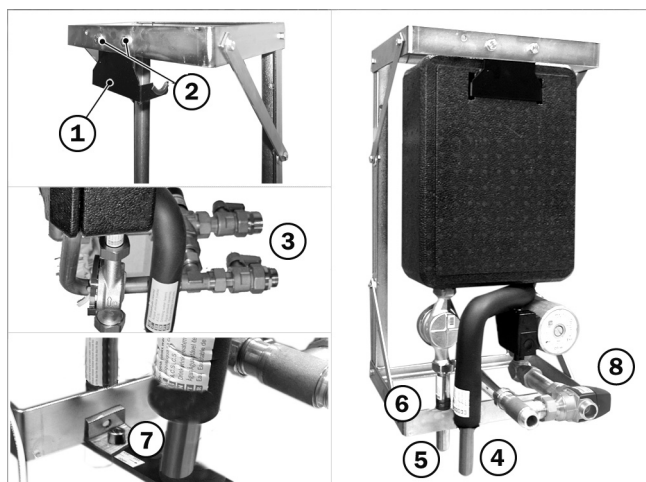

Fig. 1: Montagem da estação de água quente
i A "válvula termostática de mistura" → fig. 1 (8) já vem ajustada de fábrica. Se for necessário efectuar um reajuste da válvula, consultar o → cap. „Ajuste da válvula térmica de mistura“.